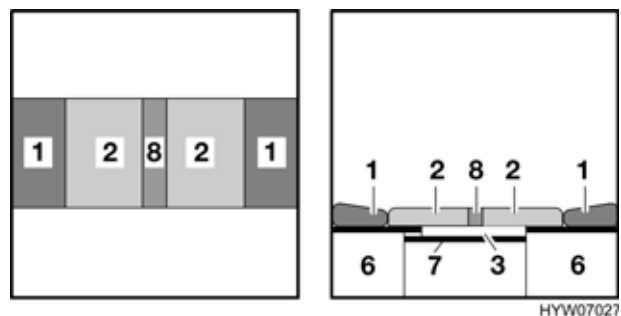

Fig. 98 Dopo la trasformazione
- Posizionare i due cuscini del divano (Fig. 98,2) al centro.
- Piazzare i cuscini dello schienale (Fig. 98,1) tra i cuscini del divano e la parete esterna.
- Appoggiare il cuscino aggiuntivo (Fig. 98,8) tra i cuscini del divano.